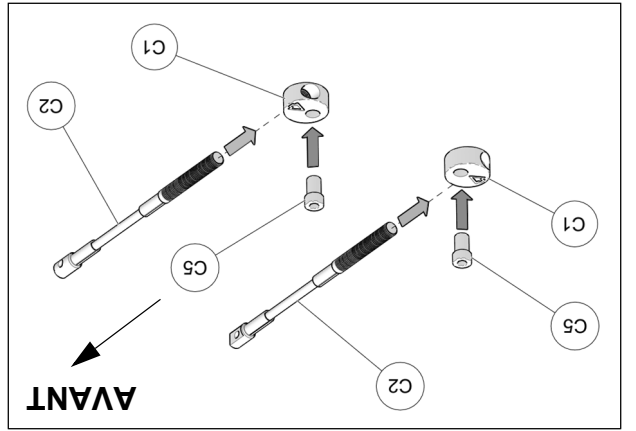

Fig. 22
10. Assembler les câbles des limiteurs de conduite (C2), les disques en aluminium (C1) et les bagues espaceurs (C5) tel que montré à la Fig. 22